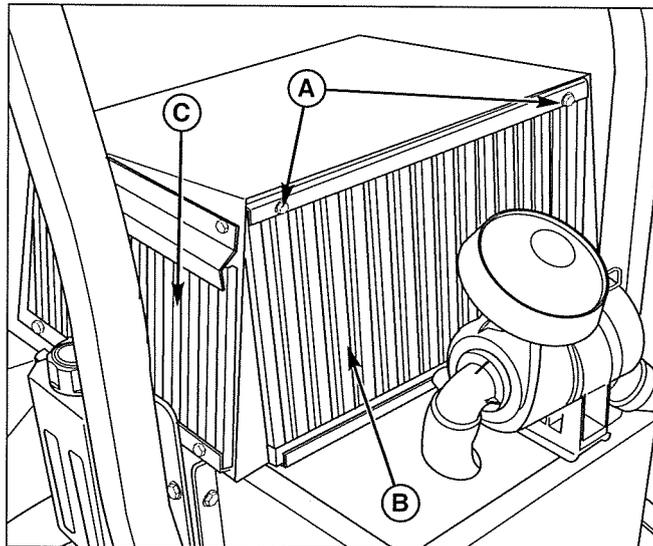

Figure 30. Dépose des écrans du radiateur
1. Retirer les boulons de fixation de l'écran du radiateur arrière (A, figure 30) et retirer l'écran du radiateur arrière (B).
2. Sortir les écrans du radiateur latéraux (C) en les faisant glisser des fentes dans l'arrière du capot.